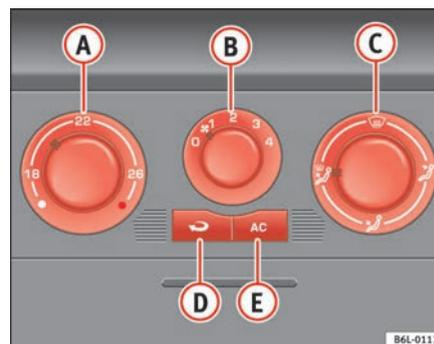

Fig. 94 Sur le tableau de bord : éléments de commande du climatiseur
- Les régulateurs  $\Rightarrow$  fig. 94 A et C et la commande B permettent de régler la température, la distribution de l'air et la vitesse de la turbine.
- Fermer les diffuseurs ③.
- Ouvrir et orienter les diffuseurs ④ vers les fenêtres latérales.
- ① Régulateur de température ⇒ page 131
- ② Commande du ventilateur. Le débit d'air peut être réglé sur quatre vitesses. Lorsque le véhicule roule lentement, laissez toujours tourner la soufflante à petite vitesse.
- ③ Régulateur de répartition de l'air ⇒ page 131